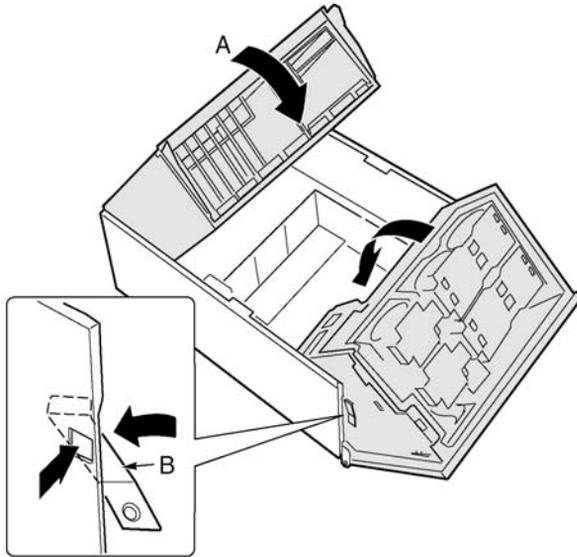

Abbildung 16 - Schließen des vorderen Subgehäuses und des hinteren
- b Halten Sie die Federklemme nach unten gedrückt (Abbildung 16, B) und schwenken das vordere Subgehäuse vollständig in das Hauptgehäuse hinein.